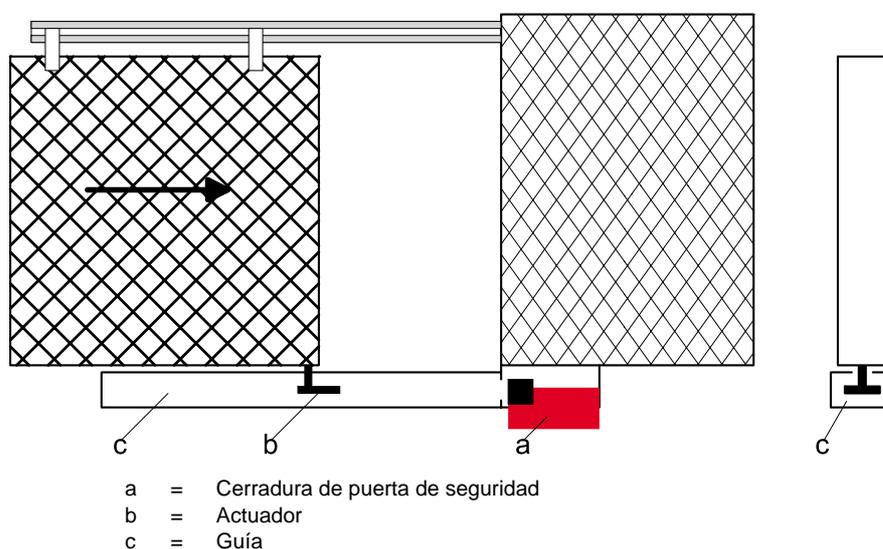

Fig. 7 Ejemplo de montaje: “montaje oculto”
- Efectuar un montaje oculto para evitar la introducción de otros dispositivos que puedan utilizarse como “actuadores” (véase fig. 7); de este modo se obtiene además una protección más elevada contra el deterioro.